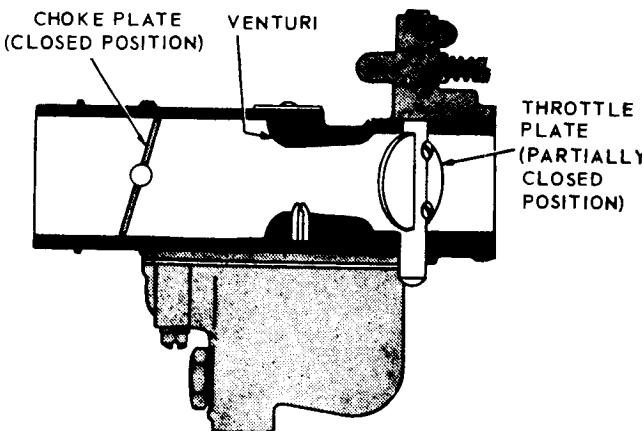

Fig. 4 CHOKE SYSTEM
**CHOKE SYSTEM (Fig. 4, Page 37)**